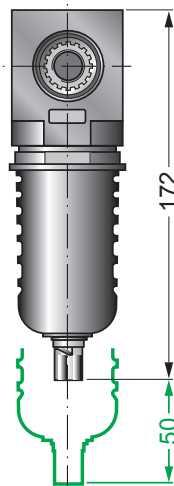

Fig. 2
This dimension is useful for the evaluation of an eventual placing in boxes or closed spaces (**fig. 2**).
*Nei disegni tecnici di ogni componente dotato di vaso di raccolta viene indicato lo spazio necessario per lo smontaggio, considerando l'ingombro degli organi interni (filtro o cannula per il pescaggio dell'olio), questo valore è utile per valutare l'eventuale collocazione in cassette o vani chiusi (**fig. 2**).*